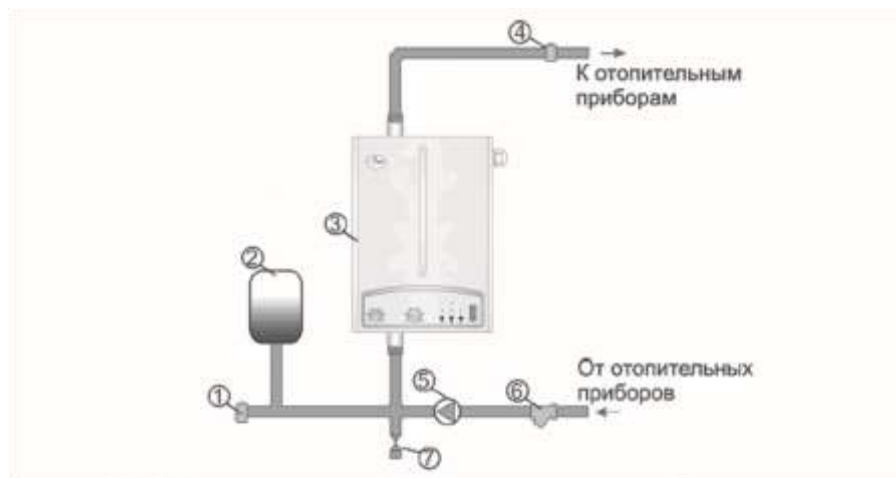

Рис.3. Рекомендуемая схема монтажа отопительной системы.
5.2. Отопитель крепится на стене в вертикальном положении в местах, удобных и доступных для установки и технического обслуживания. Рекомендуемая схема подключения отопителя в отопительную систему показана на рис.3.